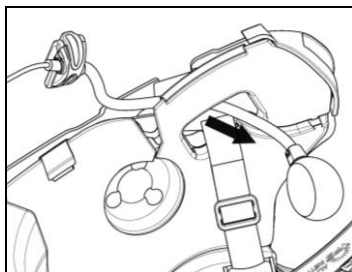
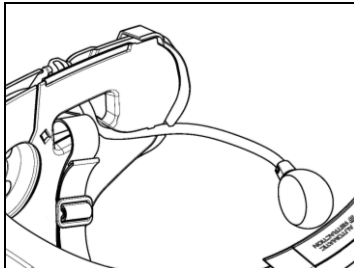

Fig. 11
Fig. 12
- Inserire il microfono all'interno dell'asola (Fig. 11) e posizionarlo nell'apposita sede, inserendo il braccetto del microfono nella scanalatura presente sul telaio di aggancio mentoniera (Fig. 12).